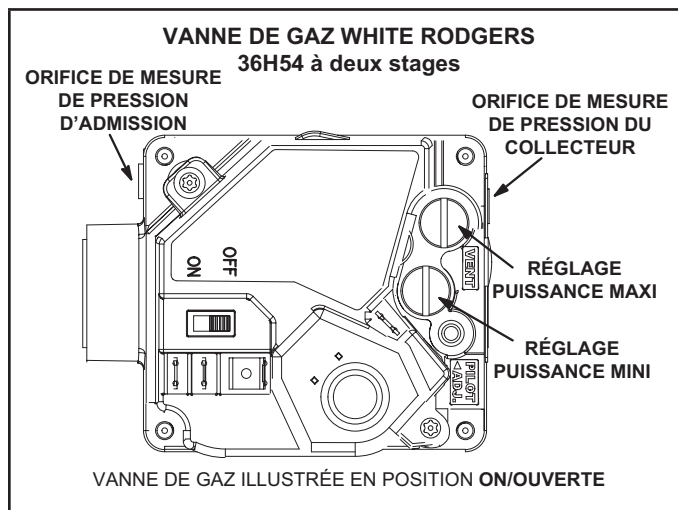
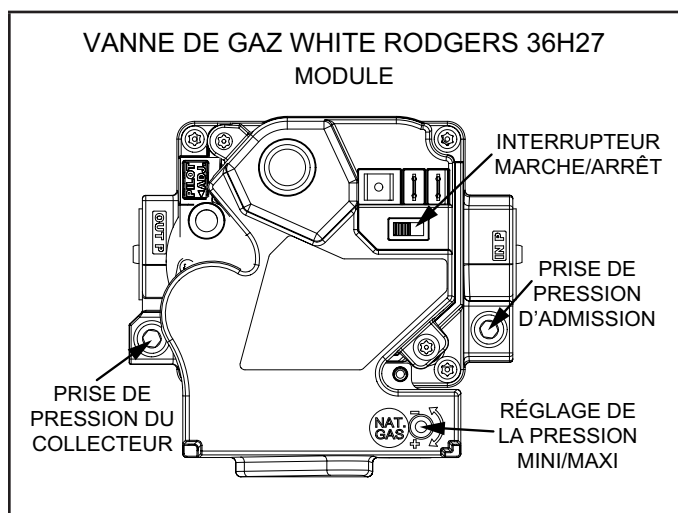

FIGURE 32
FIGURE 33
- 5 - Mettez l'interrupteur de la vanne de gaz sur **OFF/ARRÊT**. Reportez-vous à la FIGURE 32 et au FIGURE 33.
- 6 - Attendez cinq (5) minutes pour vous assurer que tout le gaz a eu le temps de se dissiper. En cas d'odeur de gaz, **ARRÊTEZ!** Appelez immédiatement le fournisseur du gaz depuis chez un voisin et conformez-vous à ses instructions. S'il n'y a pas d'odeur de gaz, passez au point suivant.
- 7 - Mettez l'interrupteur de la vanne de gaz sur **ON/MARCHE**. Reportez-vous à la FIGURE 32 et à la FIGURE 33.
Sur les vannes White Rodgers 6H54 et 36H27 (FIGURE 32 et FIGURE 33), la pression d'alimentation peut être mesurée en retirant la vis à tête hex. de 1/8 po. Retirez la vis à tête hex de 1/8 po et installez un raccord ébarbé. Connectez un tube entre le raccord ébarbé et l'appareil de mesure pour mesurer la pression d'alimentation.
Sur les vannes White Rodgers 36H54 et 36H27 (FIGURE 32 et FIGURE 33), retirez le raccord ébarbé de pression d'alimentation et remettez la vis à tête hex de 1/8 po.
Pour mesurer la pression du collecteur sur les vannes White Rodgers 36H54 et 36H27 (FIGURE 32 et FIGURE 33), retirez la vis à tête hex de 1/8 po, installez un raccord ébarbé de 1/8 po et raccordez un tube entre le raccord ébarbé et le côté « + » de l'appareil de mesure.
- 4 - Si nécessaire, réglez la pression du collecteur. La FIGURE 32 et la FIGURE 33 indiquent l'emplacement des vis de réglage.